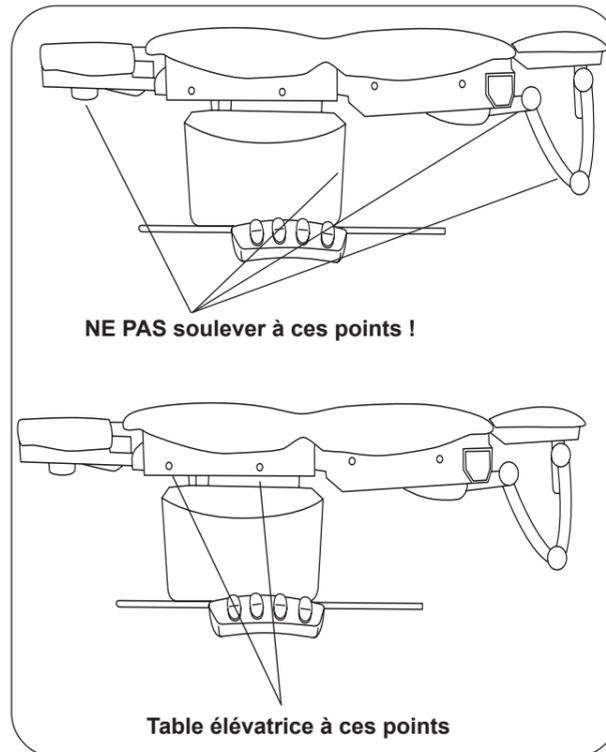

Figure 3. Points Table Monter
2. Retirez la table du patin de transport en la faisant glisser par l'avant. Veillez à soulever la table aux bons endroits, comme indiqué sur la Figure 3. Positionnez la table à l'emplacement souhaité dans la pièce.